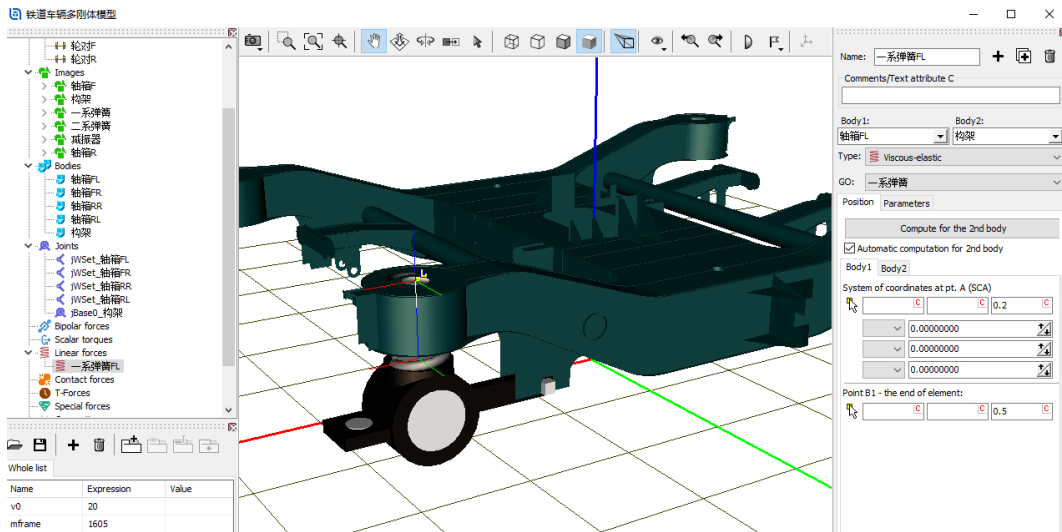

图 3-11
- 选中左侧模型树 **Linear forces**，点击右侧按钮 **+**，创建第一个一系弹簧力元，命名为**一系弹簧 FL**。**Body1** 选择**轴箱 FL**，**Body2** 选择**构架**，选择几何**一系弹簧**，勾选 **Automatic computation for 2nd body**，输入弹簧下点和上点坐标 **(0, 0, 0.2)** 和 **(0, 0, 0.5)**，如图 3-11。